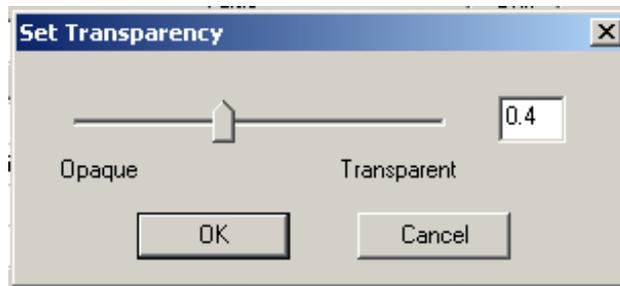

Рис. 3.23. Диалог установки проницаемости объекта
3. Нажмите значение в строке **Transparency**. Появляется окно **Set Transparency** (рис. 3.23).